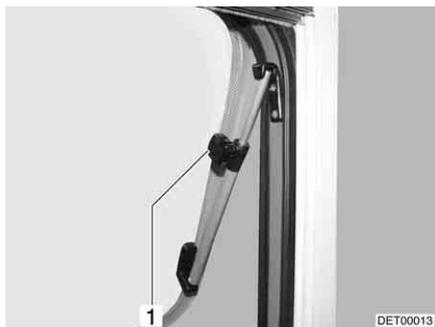

Fig. 99 Clarabóia com defletores rotativos, aberta
- Abra a clarabóia até à posição pretendida, fixando-a com o botão serrilhado (Fig. 99,1).
- Gire o botão serrilhado (Fig. 99,1), até o fixador ficar livre.